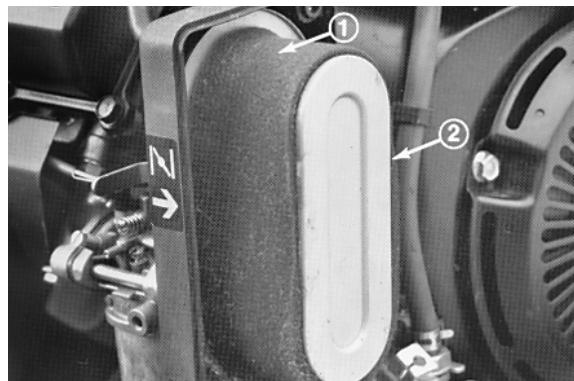

Fig. 24
- Se l'elemento in espanso è sporco, toglierlo dall'elemento di carta (Fig. 24) e pulirlo accuratamente.